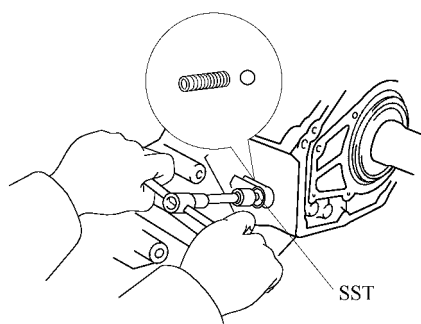

图 12-33 用锁球螺塞套筒旋紧螺塞
(4) 装配高和低换挡叉轴。
(5) 安装带轮毂衬套的高和低换挡叉轴。
(6) 安装前驱动换挡叉轴。
(7) 安装高、低换挡叉轴用的直螺塞、弹簧和锁销。在螺塞上涂敷液态密封胶，装上锁球和弹簧（红色），使用锁球螺塞套筒旋紧螺塞（A/T 的螺塞为黄色），如图 12-33 所示。